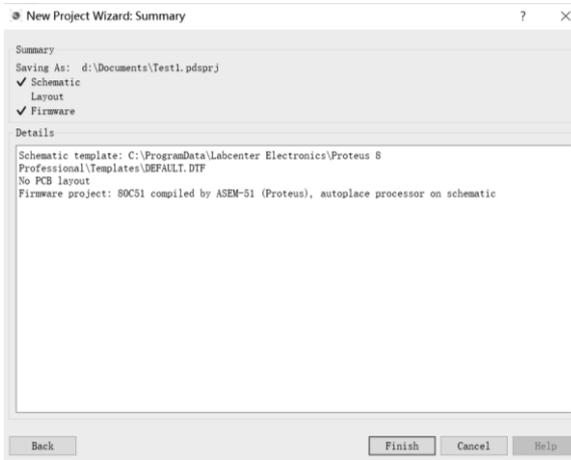
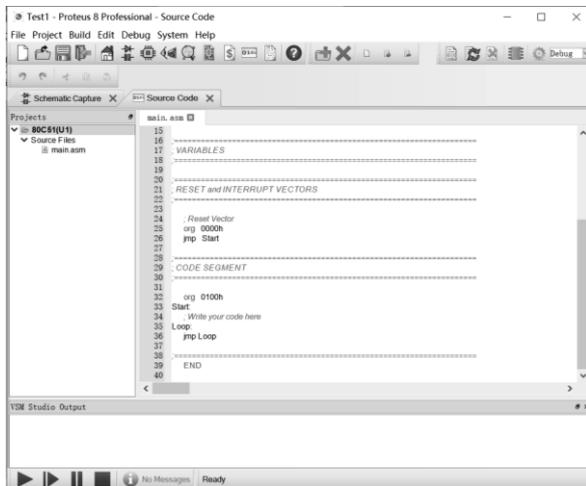
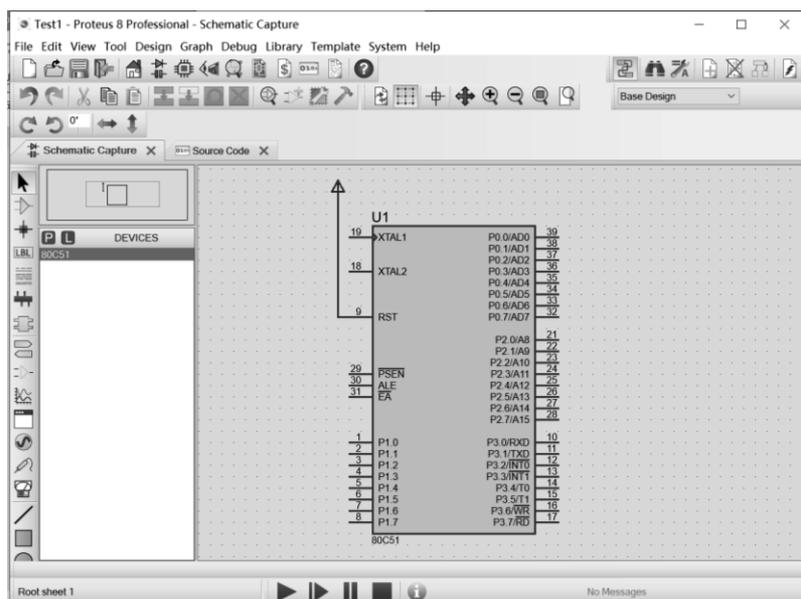
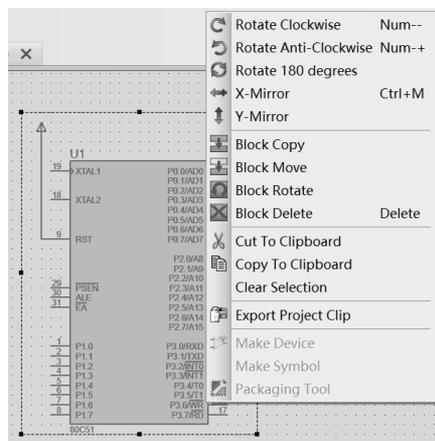

图 1-32 Test1 工程创建概要
图 1-33 程序设计工作视窗
图 1-34 原理图设计工作视窗
图 1-36 右键块删除指令
(8) 选择“Create Firmware Project”项后，单击对话框下方的“Next”按钮，出现 Test1 工程各项目创建概要，详细信息如图 1-32 所示。
(9) 单击图 1-32 下方的“Finish”按钮，完成 Test1 工程创建向导，打开集成工作视窗界面，如图 1-33 所示。当前工作视窗为“Source Code”，这是前面选择固件的结果，左边是程序文件目录结构，右边是程序编辑区，下面是仿真和编译信息显示区。可以看到程序设计视窗中已有相关程序体语句，这是我们前面勾选“Create Quick Start Files”的结果，否则是
(10) 切换图 1-33 中的当前视窗为原理图设计视窗，可看到单片机 80C51 元件已经自动加载到了绘图区，如图 1-34 所示。
现在练习块删除。单击图 1-34 中左上角的撤消按钮两次，恢复单片机、电源及连线；单击单片机图形左上方，拖曳出一个包含整个电路图的矩形，松开左键，在红色选区域内单击右键，出现右键菜单，选择“Block Delete”即“块删除”，则选中区域内的电路被全部删除，如图 1-36 所示。更方便的是，选中要删除的区域后，直接单击上方的块删除工具图标即可快速删除整个块。